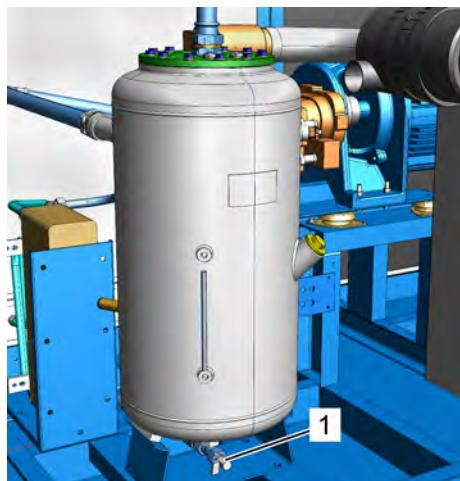

Рис. 44: Водосток
7. ➤ Откройте водосток (Рис. 44/1).
- 13.** Закройте водосток (Рис. 44/1).